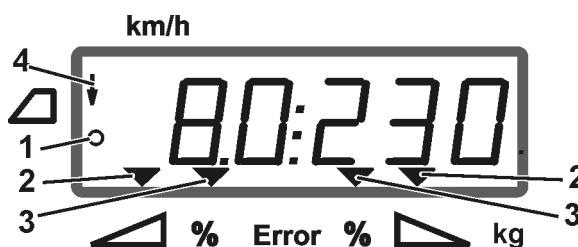

Fig. 6
- **AMADOS⁺** primește impulsurile pentru calculul distanței (Fig. 6/1),
- vanele glisante de închidere sunt deschise (Fig. 6/2).
- Împrăștierea pe linia de delimitare va fi afișată pe display prin intermediul unei săgeți (Fig. 6/4).
- Pe display-ul de lucru, simbolurile triunghi (Fig. 6/3) indică o modificare a cantității pentru împrăștiere.